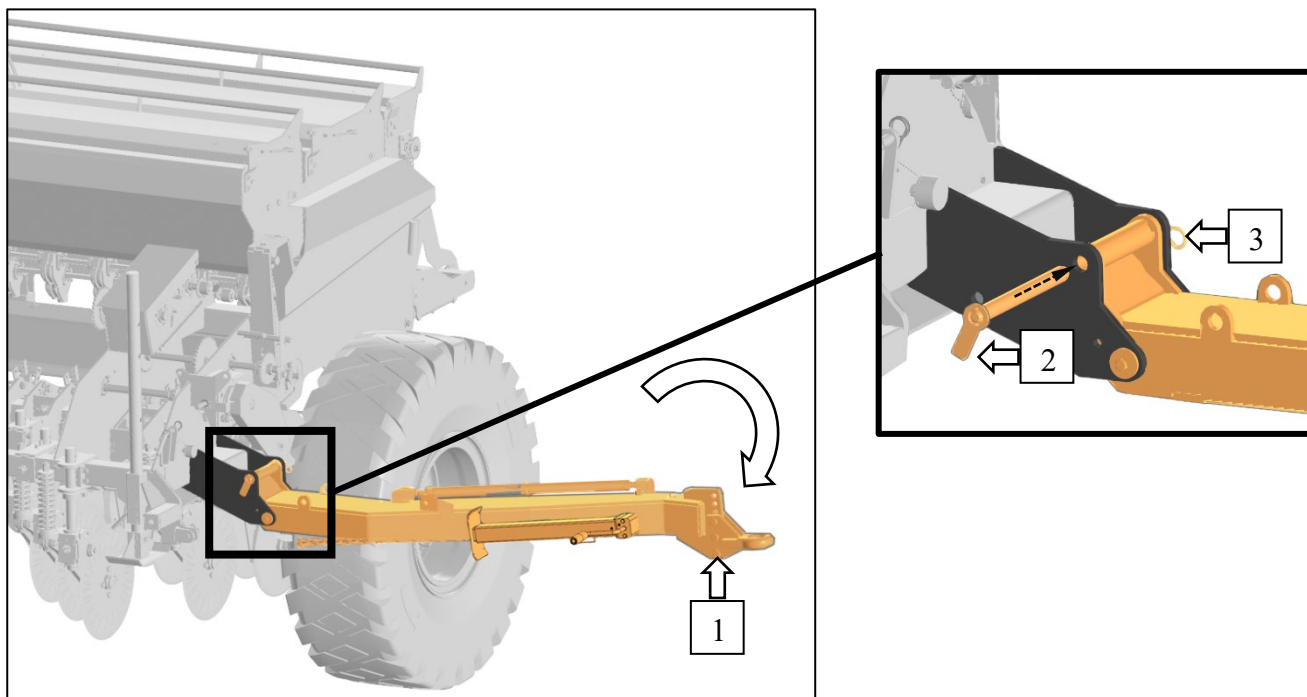

Рисунок 10 – Рабочее положение фаркопа боковой транспортировки
4.2. Медленно опустить боковой фаркоп (1) и зафиксировать его положение, используя фиксатор (2) и шплинт (3), рис. 10.